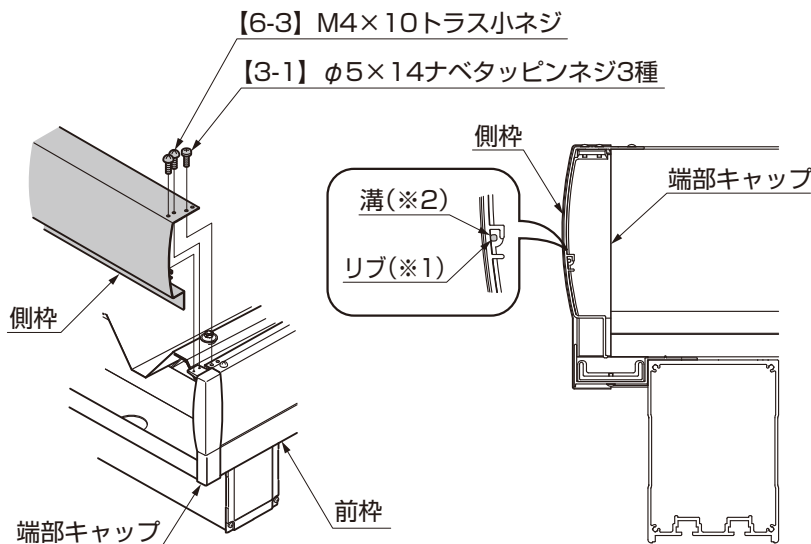

図9-3
- ② 側枠上を側枠連結材に【6-1】で、側枠補強材と前枠に【3-1】で、端部キャップに【6-3】で取付けてください。(図9-1、図9-3参照)